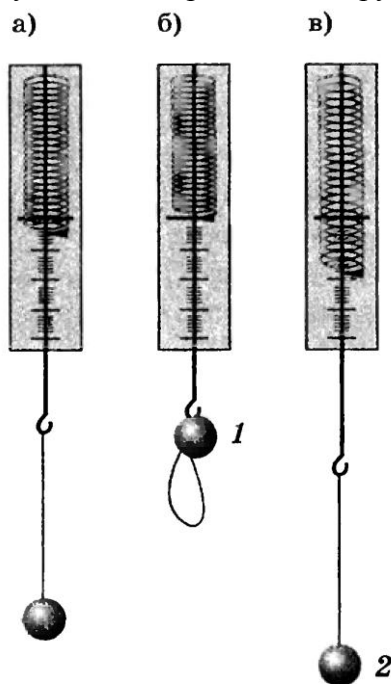

рис. 7.1
Изучаемая в данном эксперименте система состоит из груза, привязанного к нити, другой конец которой прикреплен к пружине динамометра. Когда тело висит на нити, то нить и пружина растянуты. Растяжением нити по сравнению с растяжением пружины можно пренебречь. Если поднять груз в положение 1 (рис. 7.1), то деформации пружины не будет. Стрелка динамометра находится у нуля, следовательно, потенциальная энергия пружины равна нулю. Если груз отпустить, то он будет падать, растягивая пружину.
- Поднимите груз до точки закрепления нити (см. рис. 7.1.) и отпустите груз. убедитесь по отсутствию краски на картонке, что груз не коснулся ее при падении. (Если на картонке оказалось пятнышко краски, то поднимите муфту штатива вместе с динамометром и грузом).